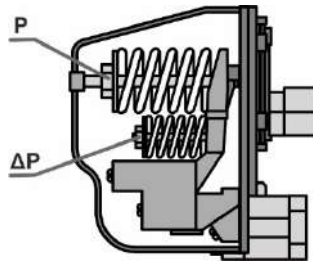

Рисунок 6. Схема регулювання реле тиску.
- для зміни рівня тиску увімкнення насоса обернути гайку пружини (Р, рис. 6) ;
- для зміни рівня тиску вимкнення насоса обернути гайку (ΔP , рис. 6), яка регулює «різницю» між тиском вимкнення і тиском увімкнення.
Якщо підкрутити (затягнути) пружину (Р, рис. 6) – тиск увімкнення насоса стане вищим, послабити – насос увімкнеться на нижчому тиску.
Якщо підкрутити (затягнути) пружину (ΔP , рис. 6) тиск вимкнення стане вищим, а тиск увімкнення практично не зміниться.